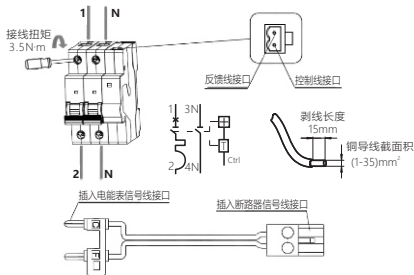

图5 接线方式
5.4 适用于铜导线连接，导线选择见表1，接线方式及剥线长度示意如下图5